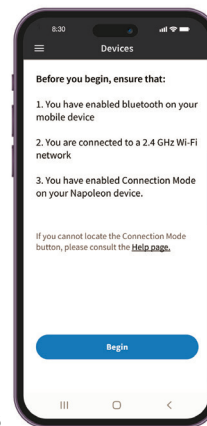

Abb. 7
- Akzeptieren Sie die Berechtigungen. (Abb. 7)